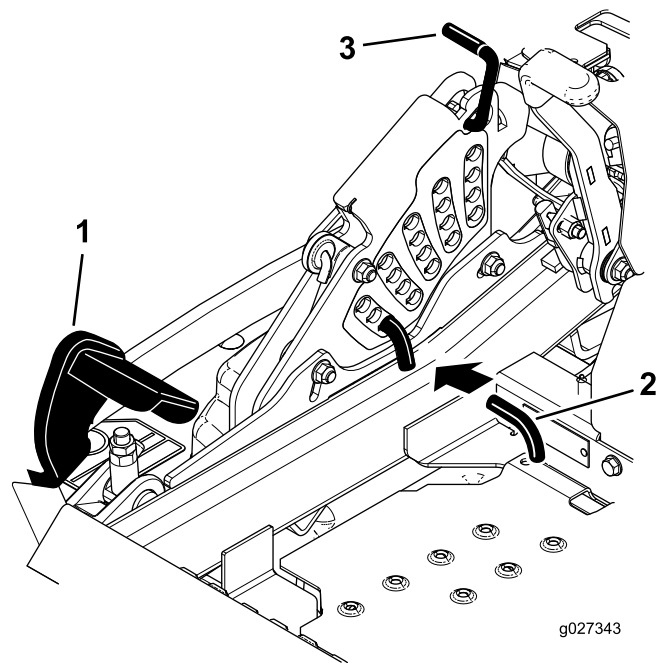

Figure 91
5. Enfoncez la pédale de relevage du tablier de coupe au maximum pour verrouiller le tablier à la position de transport de 14 cm (5½ po) (Figure 91).